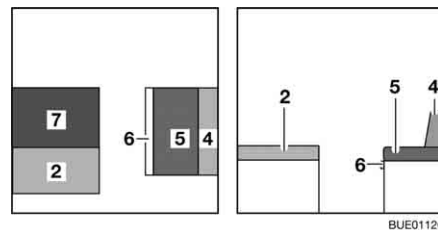

Bild 121 Während des Umbaus
- Das Zusatzpolster (Bild 121,7) auf den Tisch legen.